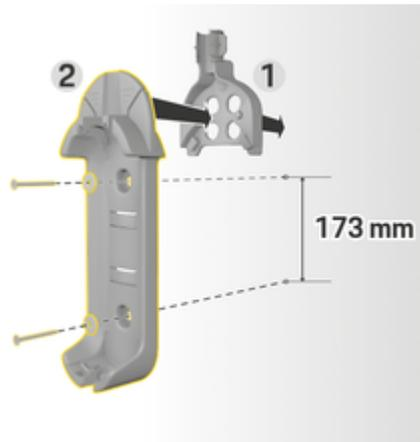

Fig. 6: Dimensões de perfuração
3. Pressione a base do suporte de parede **2** (Fig. 6) para a guia do cabo **1** (Fig. 6) na parte da frente.